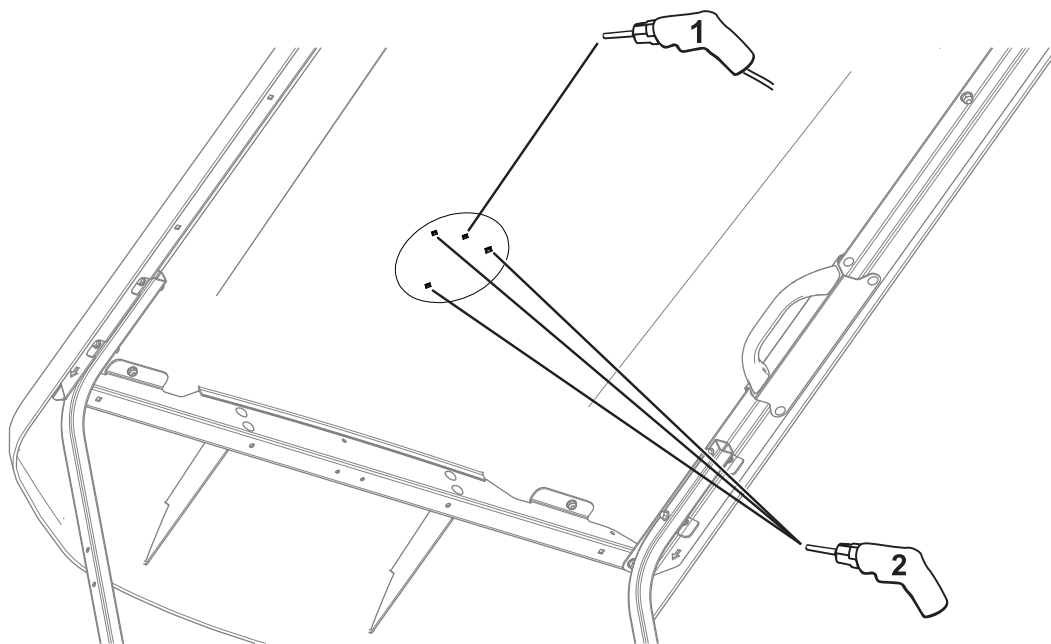

Figura 1
2. Praticate dei fori nel tettuccio come mostrato nella Figura 1.